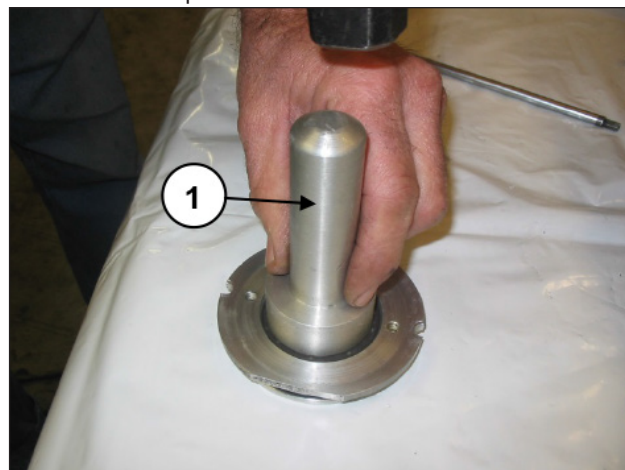

Fig. 117
Para montar el retén, realizar las siguientes operaciones: Montar el retén en la tapa de retención (pos. ①, Fig. 117) utilizando un tampón cód. 27910900.